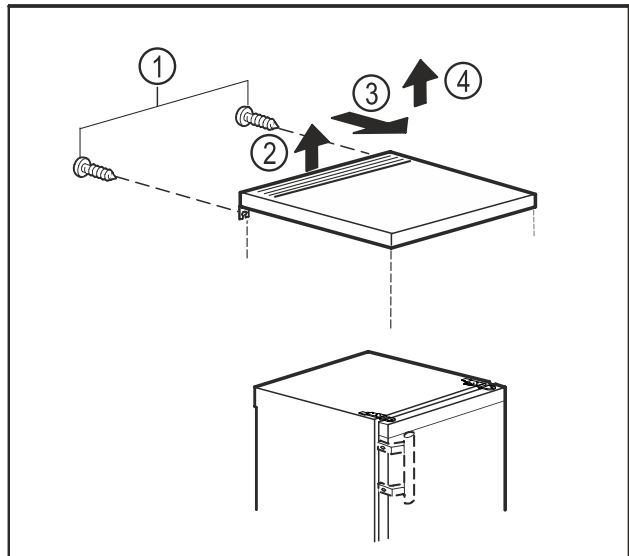

Fig. 10
- ▶ Eemaldage tagaküljel kruvid. Fig. 10 (1)
- ▶ Tõstke lauaplaat tagant üles. Fig. 10 (2)
- ▶ Lükake lauaplaati ettepoole. Fig. 10 (3)
- ▶ Võtke lauaplaat ülespoole maha. Fig. 10 (4)